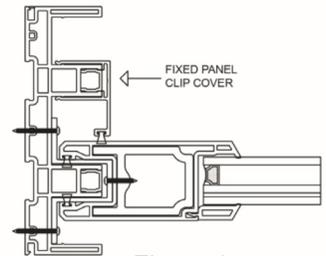

Figura 24c
26. Coloque la tapa del sujetador del panel fijo (Artículo 16) en lugar cubriendo el canal de marco abierto (Figura 24c).